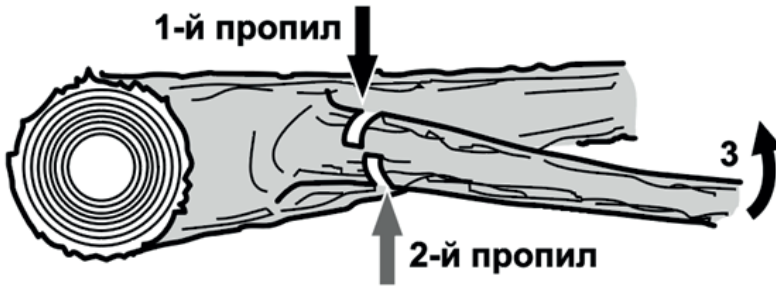

Рисунок 9. Схема обрізання гілок і суків на поваленому дереві.
5.2.2 Послідовність обрізання гілок і суків на поваленому дереві (рис. 9).
1. Для обрізання гілки на поваленому дереві визначити напрямок вигину гілки, яку планується відпилити (3, рис. 9):
- зробити 1-й пропил з одного боку гілки (1, рис. 9);
- 2-й пропил зробити із протилежного боку гілки (2, рис. 9).